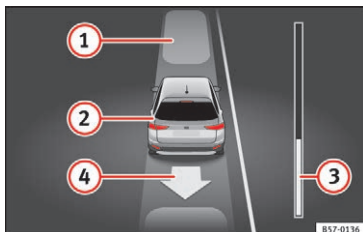

Fig. 214 I kombiinstrumentets display: udkørsel fra parkeringsbås parallelt med kørebanen
Forklaring til Fig. 214:
7.	Bak, indtil der lyder en konstant advarselstone fra ParkPilot. ELLER: Bak, indtil visningen om at køre fremad bliver vist i kombiinstrumentets display. Statusvisningen » Fig. 214 (3) viser den afstand, der skal tilbagelægges » Side 230.
8.	Træd på bremsepedalen, indtil parkeringsassistenten ikke længere udfører ratbevægelser. ELLER: Træd på bremsepedalen, indtil symbolet (S) i kombiinstrumentets display slukker.